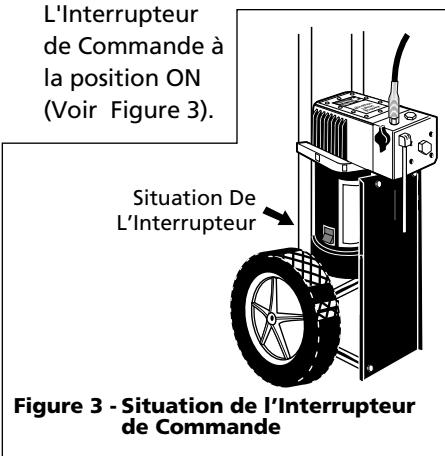

Figure 3 - Situation de l'Interrupteur de Commande
2. Tourner L'Interrupteur de Commande à la position ON (Voir Figure 3).